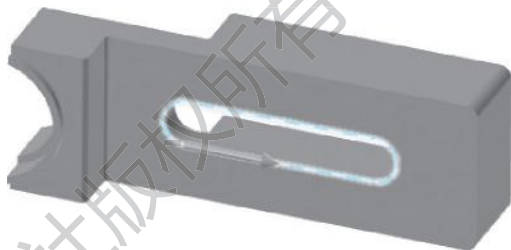

图 5-15 选择加工边界
1) 选择【刀路】/【外形】命令, 系统弹出【线框串连】对话框, 以【实体】/【串连】的形式, 通过翻转调整视图选择图 5-15 所示 U 形槽封闭边界, 单击【确定】按钮 。需要注意此时箭头的方向, 对应的刀具补偿为右补偿。